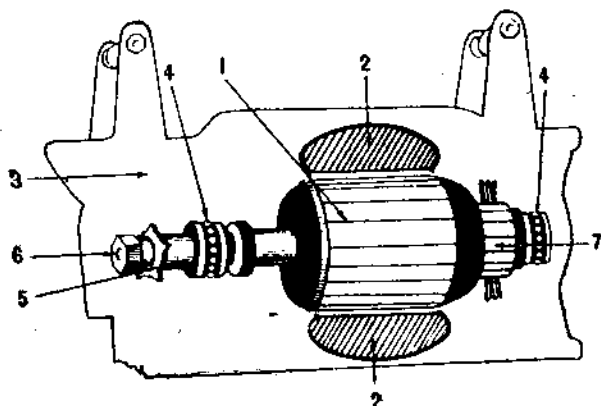

Рис. 40. Двигатель.
вместе с ручками составляют корпус (3) инструмента. Якорь свободно вращается в поле электромагнитов и смонтирован на двух шарикоподшипниках (4). С одной стороны (со стороны цепи) на вал якоря надевается звездочка (5), служащая для передачи движения вала двигателя гайкой (6). На другую сторону вала двигателя надет коллектор (7), по которому скользят щетки, соединенные проводами с обмотками электромагнитов. Общие концы через выключатель выведены в штепсельную розетку (8), которая помещена с левой стороны инструмента (рис. 40).